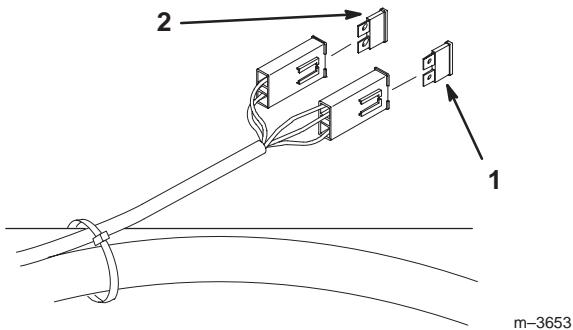

Figure 60
- Soulevez le siège pour accéder au porte-fusibles (Fig. 60).
- Pour remplacer un fusible, tirez dessus pour l'enlever (Fig. 60).